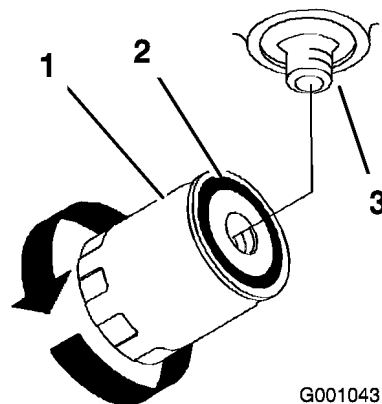

Figura 57
4. Aplique una capa fina de aceite hidráulico a la junta de goma sobre el filtro nuevo (Figura 57).
6. Llene el depósito de aceite hidráulico con aceite hidráulico hasta que éste rebose por encima del filtro, gire el filtro en el sentido de las agujas del reloj hasta que la junta de goma entre en contacto con el adaptador del filtro, luego apriete el filtro media vuelta más (Figura 57).